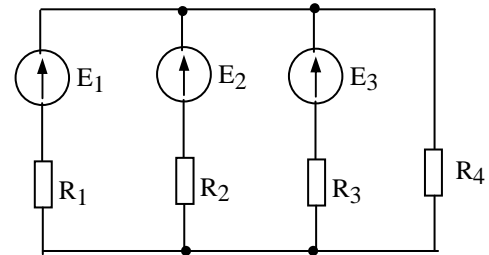

Рис.1.4.14
1.4.14. Определить величину сопротивления R_4 (рисунок 1.4.14), при котором ток в ветви с ЭДС E_1 становится равным нулю, если известно, что $E_1=100$ В, $E_2=60$ В, $E_3=200$ В, $R_1=10$ Ом, $R_2=4$ Ом, $R_3=5$ Ом. Определить при этом значения токов в остальных ветвях схемы.